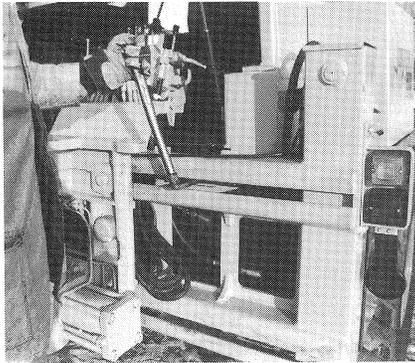

FIG. 31
- 5 - A l'aide d'une clé pour un six-pans intérieur, régler la position d'une entretoise de telle manière que l'écart entre la pelle et la chargeuse se trouve réduit au minimum réalisable fig. 31.